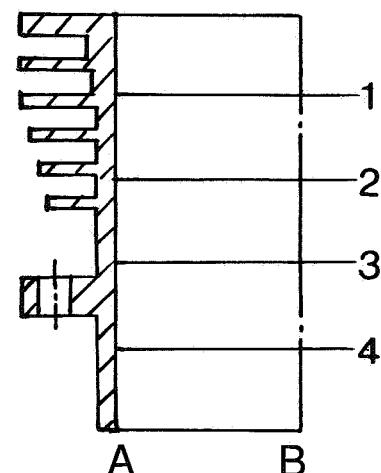

Abb. 18
- Determine the cylinder diameter at set points (see fig. 18) and compare with table on page 42.
Measure at four points in longitudinal direction "A" and four points at 90° to the longitudinal direction of the crankshaft "B". (see fig. 18).
- Déterminer les points de mesure selon la figure 18 de droite et les comparer avec le tableau de la page 42.
- Meßpunkte gemäß nebenstehender Abb. 18 ermitteln und mit Toleranztabelle auf Seite 43 vergleichen.
Jeweils vier Punkte in Kurbelwellenlängsrichtung "A" und vier Punkte quer zur Kurbelwellenlängsrichtung "B" ausmessen. (Siehe Abb. 18).